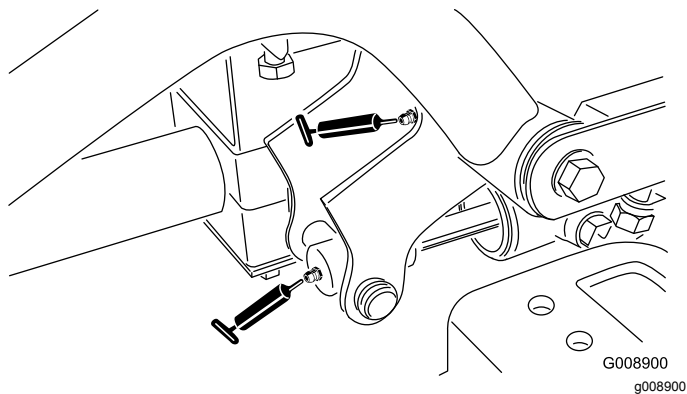

Figure 55
- Pivot de bras de levage avant droit et vérin de levage (2) (Figure 55)